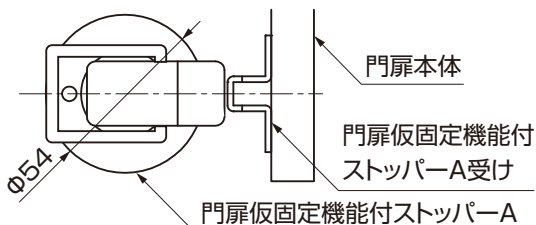

図2-1
- 門扉仮固定機能付ストッパーAと門扉仮固定機能付ストッパーA受けがセンター同士で当たるように位置を決めてください。(図2-1参照)